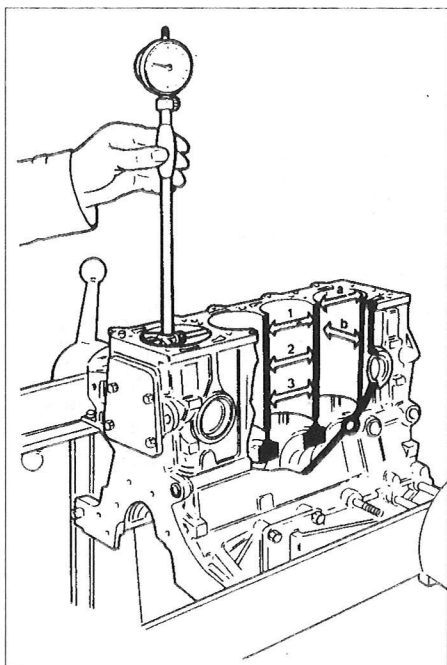

Fig. 15
- Controlar o desgaste, tendo em conta os valores máximos de ovalização e conicidade e de desgaste dos cilindros (Fig. 15).